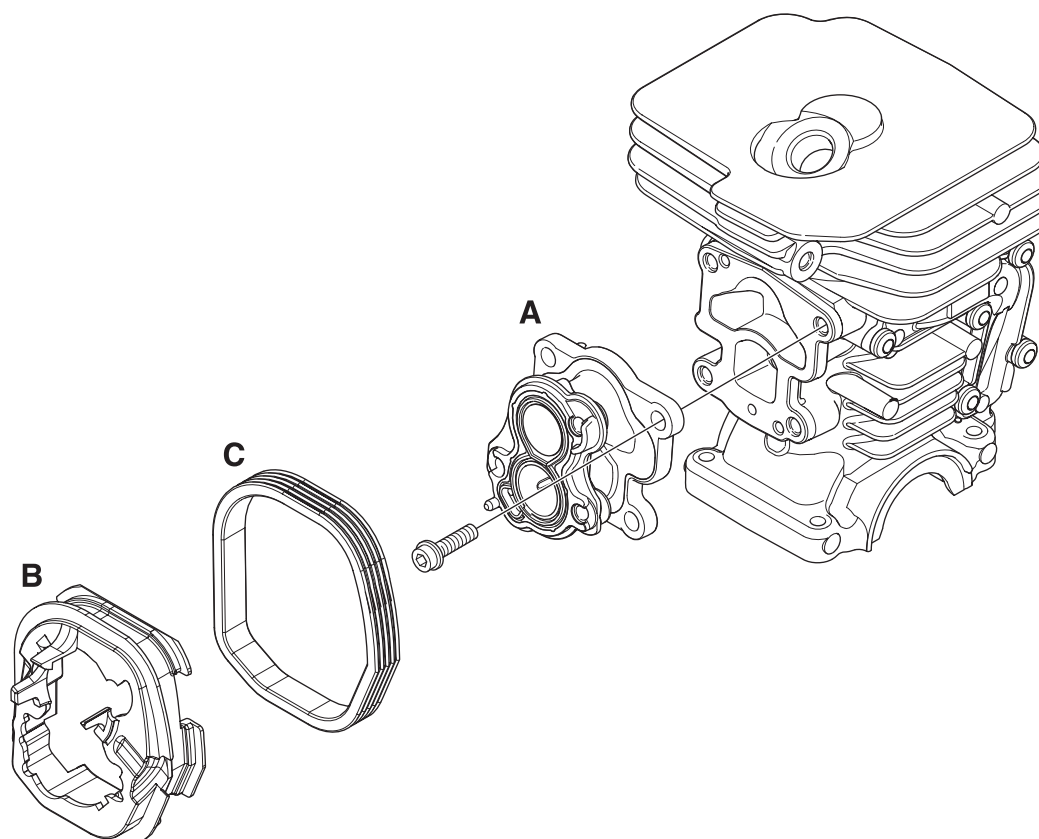

Figura 21
(Ver la figura 21.)
Monte el colector de admisión (A) y las paredes divisorias (B y C) en el cilindro con la herramienta 502 50 87-01. (Ver la figura 21.)